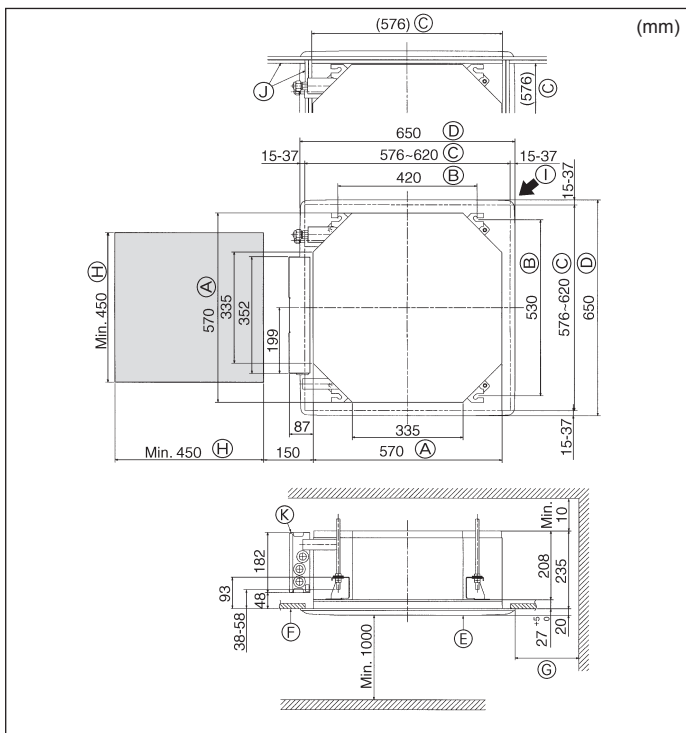

Fig. 2-2
2.2. Lage der Öffnungen in der Decke und der Befestigungsschrauben für die Aufhängung (Fig. 2-2)